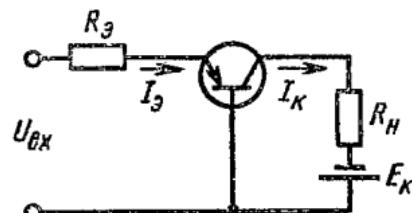

Рис. 2.25
**2.26.** В схеме на рис. 2.25 используется транзистор с коэффициентом передачи тока эмиттера  $\alpha = 0,99$  и обратным током коллектора  $I_{\text{КБ0}} = 10 \text{ мкА}$ . Данные схемы:  $R_3 = 3 \text{ кОм}$ ,  $R_{\text{н}} = 2 \text{ кОм}$ ,  $E_{\text{к}} = 20 \text{ В}$ . Определить, при каком минимальном значении входного напряжения транзистор будет работать в режиме насыщения.